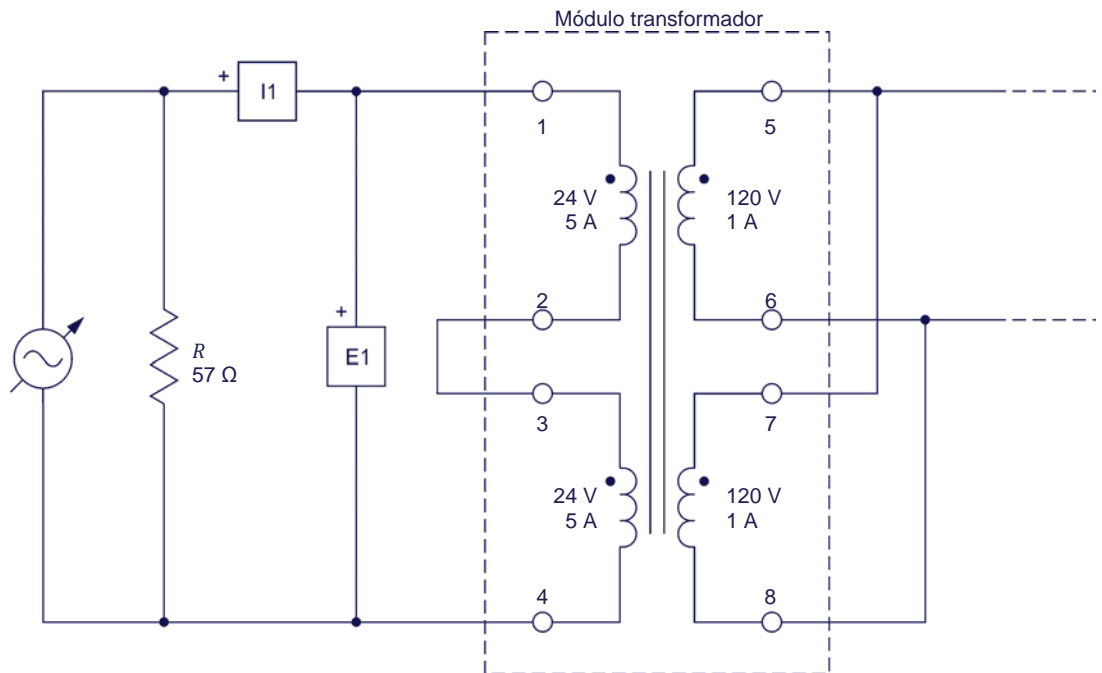

Figura 30. Transformador elevador operando sin carga.
8. Conecte el equipo como se muestra en la figura 30. En este circuito, los dos arrollamientos primarios de 24 V del módulo **Transformador** están conectados en serie para formar un arrollamiento primario de 48 V y 5 A nominales. Asimismo, los dos arrollamientos secundarios de 120 V están conectados en paralelo para formar un arrollamiento secundario de 120 V y 2 A nominales.
La carga resistiva del circuito de la figura 30 se utiliza para mejorar el aspecto de las formas de onda de tensión. Debido a que la carga resistiva está conectada en paralelo con la fuente de alimentación ca, esto no tiene ningún efecto en las tensiones medidas.